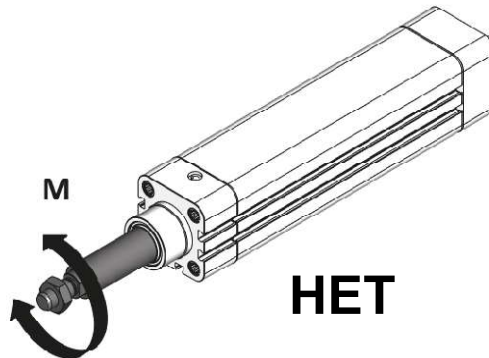

Рисунок 22 – Запрет на скручивание штока.
3.2.4.3 Модуль имеет внутреннюю направляющую, препятствующую вращению, но не поддерживает скручивание штока, см. рисунок 22.